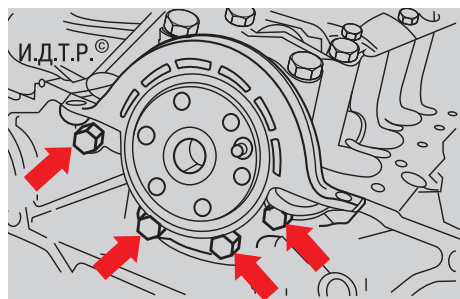

Рис. 5.22. Задний сальник коленчатого вала двигателя Duratec объемом 1,3 л
6. Выверните четыре болта крепления держателя сальника к блоку цилиндров (рис. 5.22) и снимите держатель в сборе с сальником.